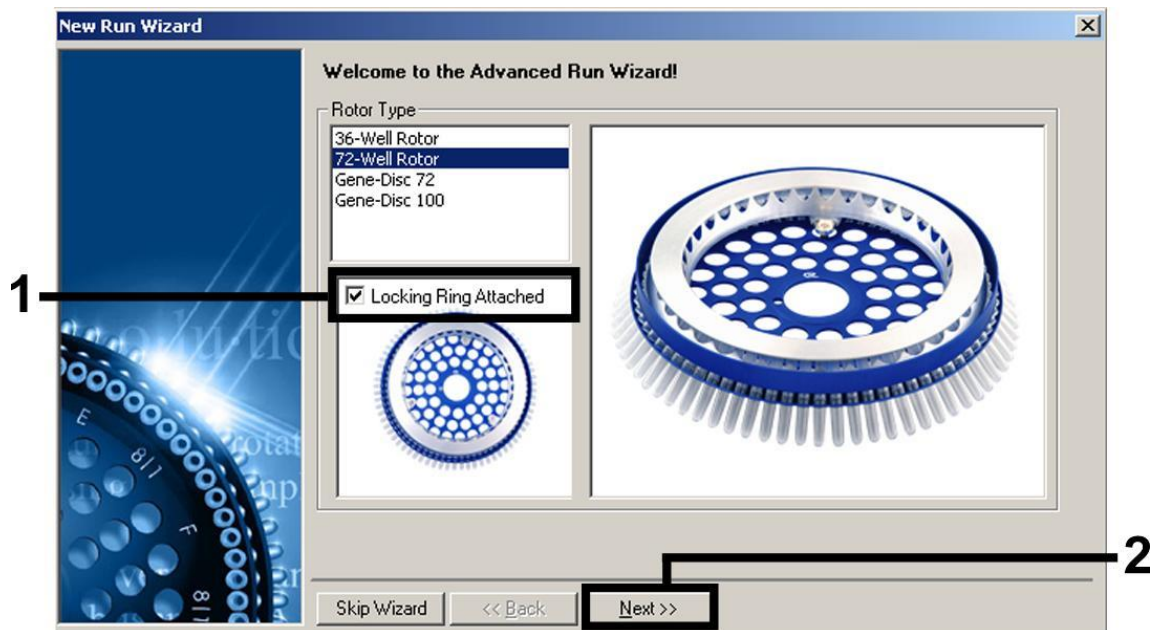

Figura 4. Finestra di dialogo “New Run Wizard”.
6. In primo luogo, aprire la finestra di dialogo “New Run Wizard” (Wizard nuovo processo) (Figura 4). Spuntare la casella “Locking Ring Attached” (Anello di bloccaggio collegato) e cliccare su “Next” (Avanti).